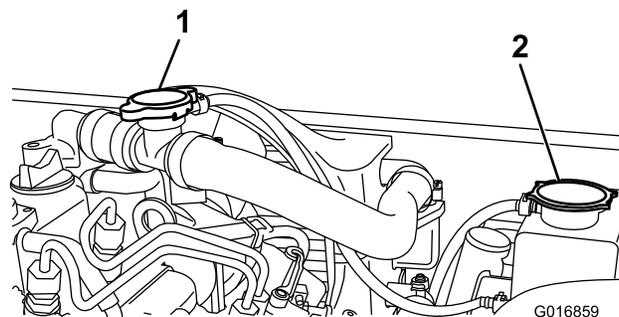

Bild 62
2. Nehmen Sie den Fülldeckel (Bild 62) ab und füllen Kühlmittel ein.
3. Setzen Sie den Fülldeckel auf und nehmen Sie den Kühlerüberlaufbehälterdeckel (Bild 62) ab.
2. Nehmen Sie den Kühlerüberlaufbehälterdeckel ab (Bild 62).